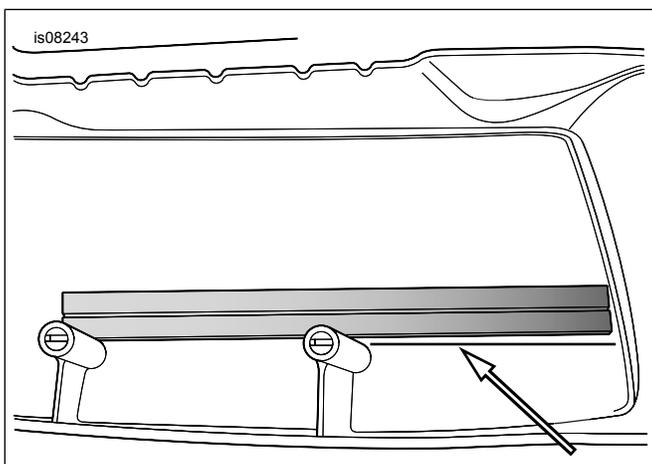
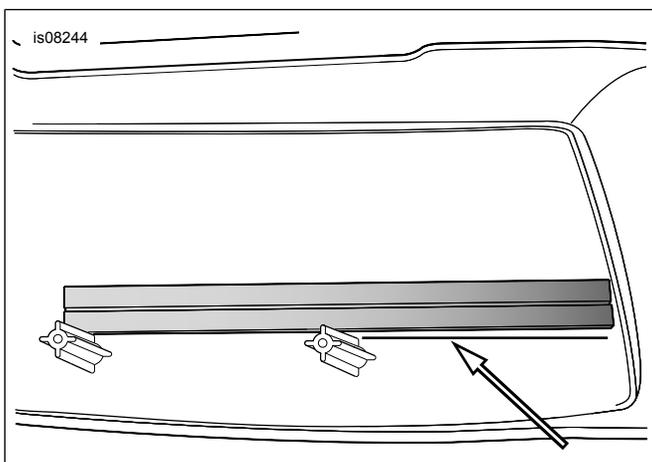

Figura 3. Posicionamento da régua (tampa de fibra de vidro do lado direito exibida)
Figura 4. Posicionamento da régua (tampa de plástico preto do lado direito exibida)
3. Veja Figura 3 e Figura 4, dependendo do material do seu alforje. Posicione a régua contra as colunas de montagem da presilha de fechamento de uma das tampas e marque ou desenhe uma linha guia ao longo da régua conforme exibido.